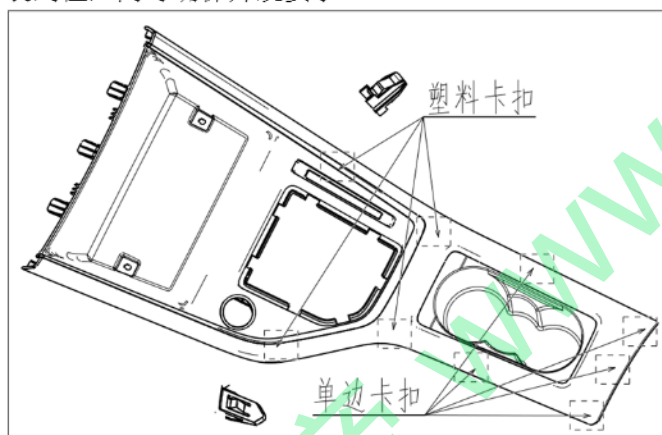

图 1.6.5 换挡操纵机构盖板总成（配置 1）的拆卸
- (1) 用一字螺丝刀沿盖板边沿安装点附近分别撬启一条能放下手指的缝隙，然后双手伸入握着盖板将五个单边卡扣及四个塑料卡扣依次拔出。如图 1.6.5 所示。将盖板往后拉使插销脱离仪表板下本体。
- (2) 换挡操纵机构盖板总成的安装：从后往前将盖板前端插销插入到仪表板下本体销孔内，插好后将换挡操纵机构盖板上的卡扣与副仪表本体相应的卡扣孔一一对上。用适当的力把各卡脚全部拍入，使之安装到位，同时确保外观要求。